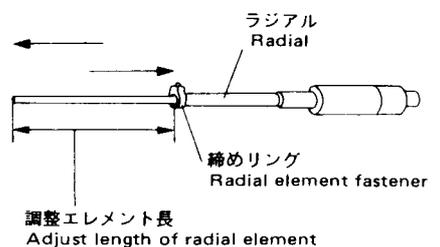

Fig. 6
4. 各ラジアルに調整エレメントを差し込み、締めリングで固定します。(Fig.6参照)。差し込み量は後記